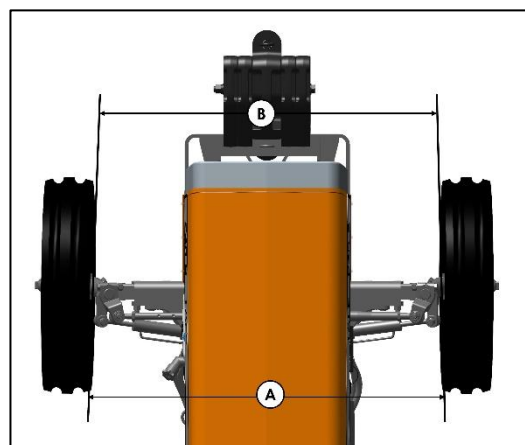

Fig. 302 : ESSIEU AVANT 2WD
2. Pour vérifier le pincement des roues, se reporter à la figure 302 : la distance A doit être supérieure à la distance B d'une valeur comprise entre 0,059 et 0,177 pouce (1,5 – 4,55 mm), mesurée sur la ligne centrale de l'essieu avant au niveau de la jante.